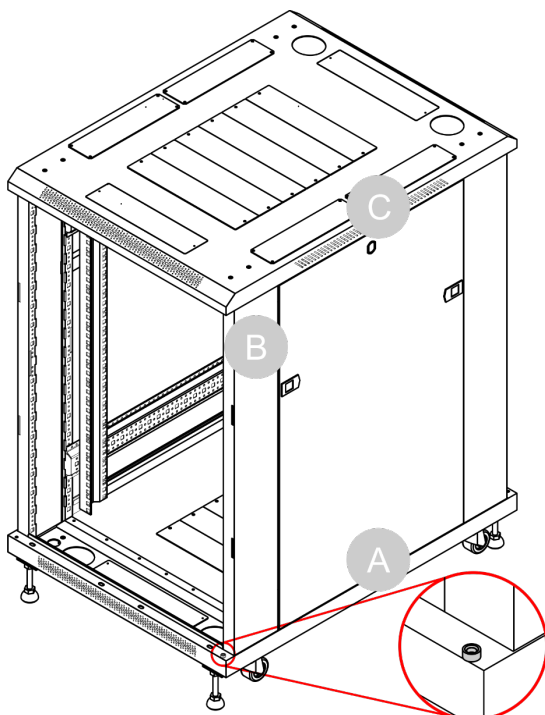

Fig. 39
- 23) Collocare l'**anello (Q)** sopra il foro della **piastra inferiore (A)**, come illustrato nella Fig. 39.